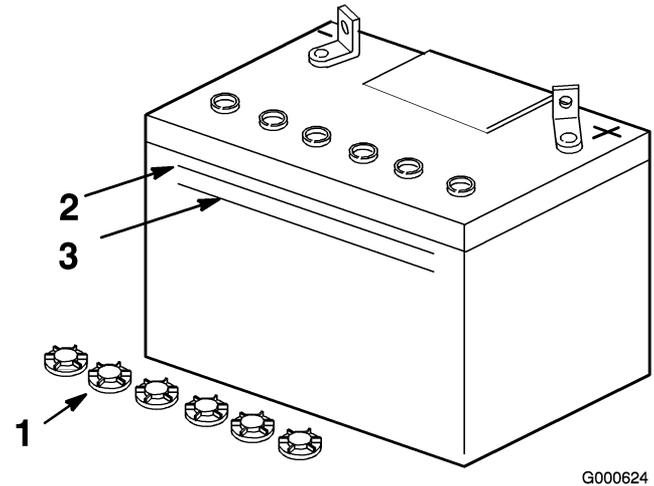

Figure 46
3. Enlevez les bouchons d'aération de la batterie (Figure 46)
4. Versez de l'eau distillée avec précaution dans chaque élément jusqu'au trait supérieur sur le côté de la batterie (Figure 46).
5. Attendez cinq à dix minutes après avoir rempli les éléments. Au besoin, ajoutez de l'eau distillée pour amener le niveau jusqu'au repère supérieur sur le côté de la batterie (Figure 46).